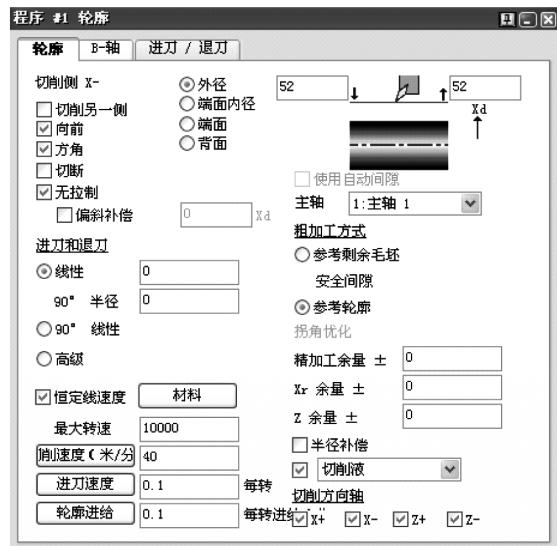

图 6-20 轮廓加工
8) 应用#8 刀具创建轮廓加工程序, 如图 6-20 所示。